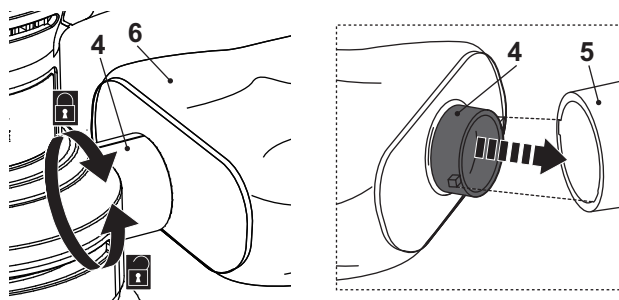

Fig. 3
- > Retirez le sac à poussière (6) du raccord (5) (Fig. 3) et videz la poussière dans un sac poubelle adapté.